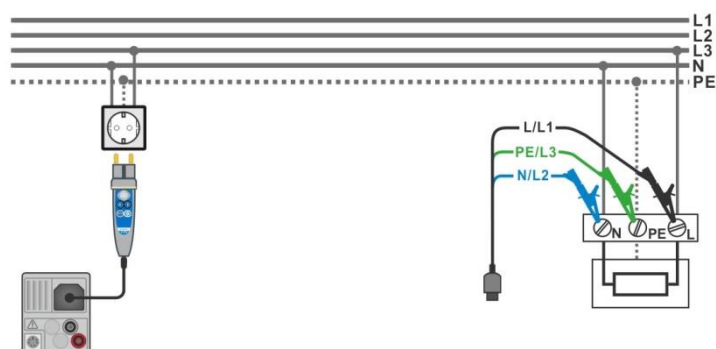

figura 7.75: Misurazione automatica TN
- › Collegare puntali o puntale remote all'oggetto in prova, vedere **figura 7.75**.